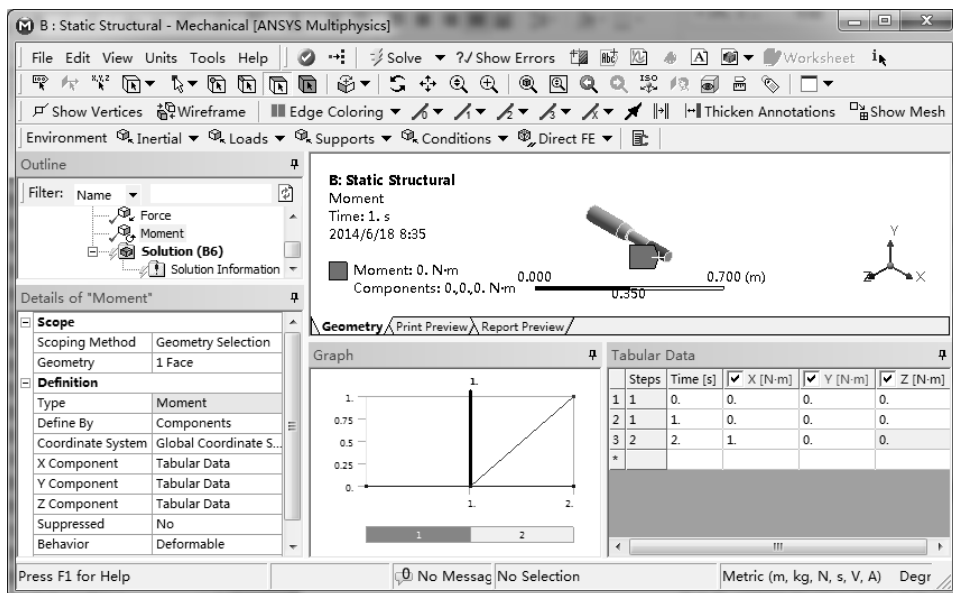

图 7-62 施加力矩
4) 单击【Environment】工具栏上的【Load】|【Moment】命令，单击【图形】工具栏上的选择模式下的【Single Select (单选)】按钮 ，然后再单击【Face (选择面)】按钮 ，在【Details of “Moment”】列表中单击【Scope】选项下的【Scoping Method】项，选择如图 7-62 所示端部小圆柱表面，最后单击【Geometry】项中的【Apply】按钮，通过表形式施加力矩，如图 7-62 所示。